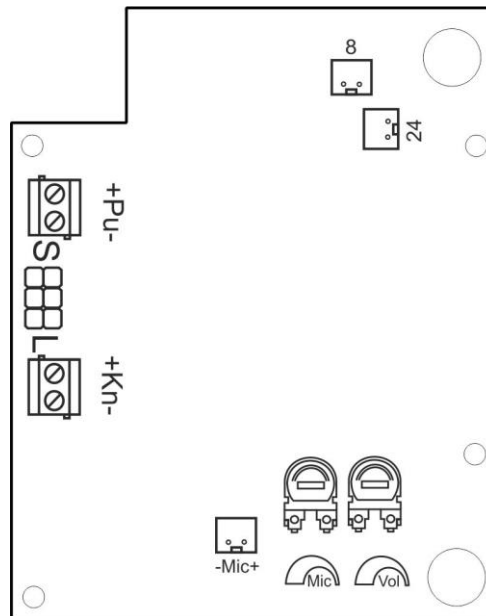

Рисунок 3. Внешний вид платы абонентского устройства громкой связи GC-2001B2
На рис.3 приведен внешний вид платы абонентского устройства.
8. При необходимости отрегулировать чувствительность микрофона и громкость встроенного динамика с помощью подстроечных резисторов **Mic** и **Vol** соответственно, расположенных на печатной плате (см.рис.3).